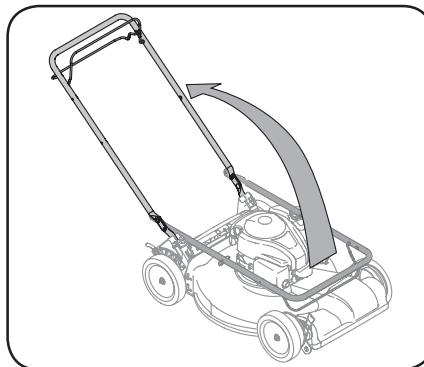

Figura 2-2
3. Mientras estabiliza la cortadora para que no se mueva, gire la manija superior hacia arriba como se muestra en la Figura 2-2. No prese los cables mientras levanta la manija.